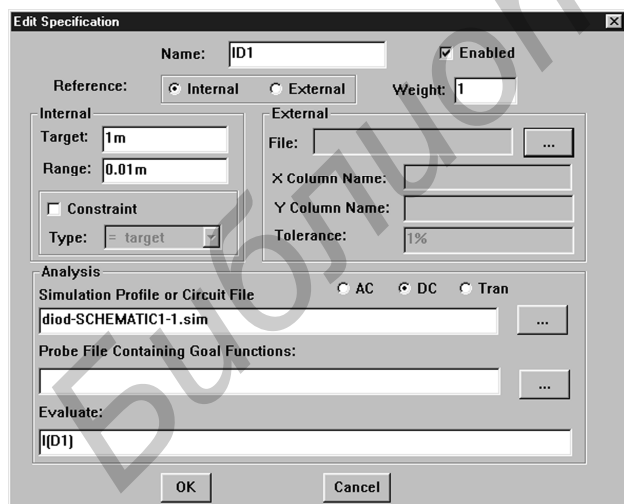

Рис. 6.5. Окно Edit Specification
6. Добавим глобальную целевую функцию, для чего в меню Edit данной программы выберем пункт Specifications. В появившемся окне нажмем кнопку Add, в результате чего появится окно Edit Specification, приведенное на рис. 6.5. Поля этого окна имеют следующие назначения:
Заполним поля окна Edit Specifications так, как показано на рис. 6.5; закроем это окно, нажав ОК. После этого закроем окно Specifications с помощью кнопки
7. Для того чтобы можно было запустить процесс оптимизации, необходимо соответствие между видом анализа, указанного в окне Edit Specification (см. рис. 6.5), и профилем моделирования в программе Capture. Для расчета схемы по постоянному току мы использовали режим Tran, поэтому необходимо: